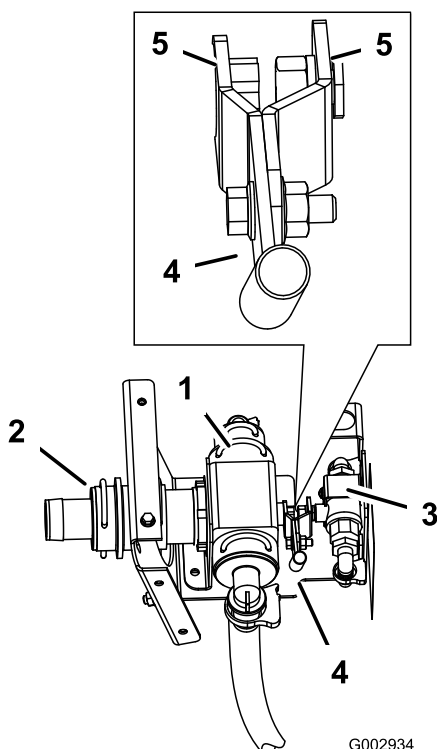

Figura 41
2. Collegate l'estremità del gruppo leva sul gruppo valvola a sfera piccola, al gruppo valvola di comando (Figura 41).